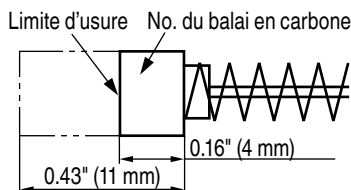

Fig. 40
4. Inspection des balais en carbone (Fig. 40)